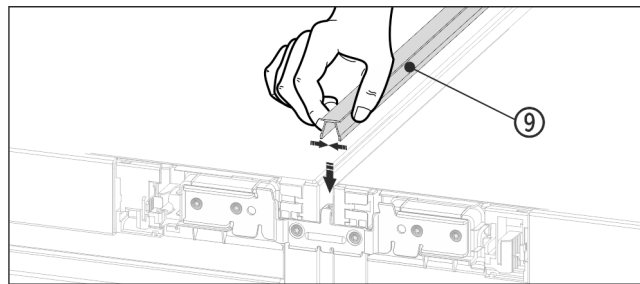

Fig. 19
- ▶ Na hornej strane zatlačte do medzery krátku kryciu lištu Fig. 19 (9).